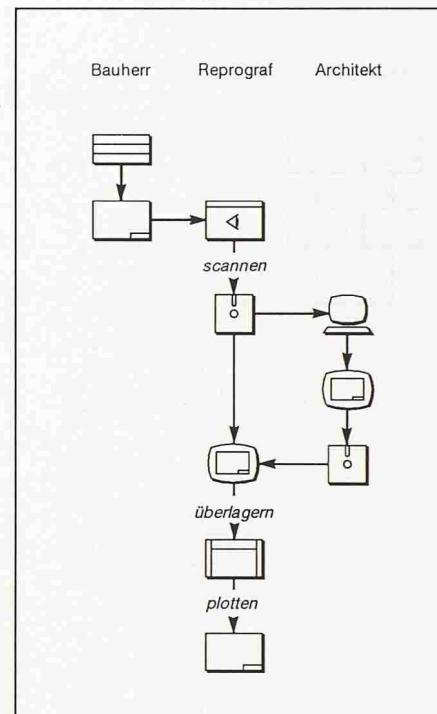

Bild 10. Informationsfluss Umbauplanung mit Bauherr, Reprograf und Architekt
**Beispiel Umbauprojekt.** Die papiernen Bestandspläne werden gescannt (gerastert oder wenn nötig vektorisiert) und in das CAD-System des Architekten eingelesen. Der Architekt stellt einen Bestandsplan am Bildschirm dar und zeichnet auf dieser optischen Grundlage in separaten Plänschichten den dazugehörigen Umbauplan. Der alte Bestandsplan wird dabei in einer separaten Farbe dargestellt und für die Archivierung mit seinem ursprünglichen Erstellungsdatum markiert. So ist immer klar ersichtlich, dass diese digitale Planinformation zwar mit CAD bearbeitet werden kann, dass sie aber nur die Informationsqualität des alten, ursprünglich analogen Bestandsplans besitzt. Im Planbereich des neuen Umbaus werden nach der Projektierung die alten Eintragungen des Bestandsplans gelöscht. Für die Bauausführung werden der verbliebene Bestandsplan und der neue Umbauplan zusammengefügt und gemeinsam, aber in verschiedenen Farben ausgeplottet (Bild 10).